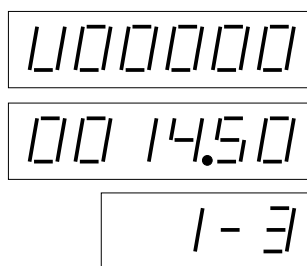

Рис. 9 Сумматор объема, сторона колонки А, пистолет 3
Сумма объема (или сумма цены) отображается на дисплеях на сторонах колонки в совмещенных строках общей стоимости и общего объема *см. рис. 9, 10*
4. После этого на дисплеях на сторонах колонки отобразится „U“ и сумма объема соответствующего пистолета (или „A“ и сумма цены соответствующего пистолета) *см. рис. 9, 10*.